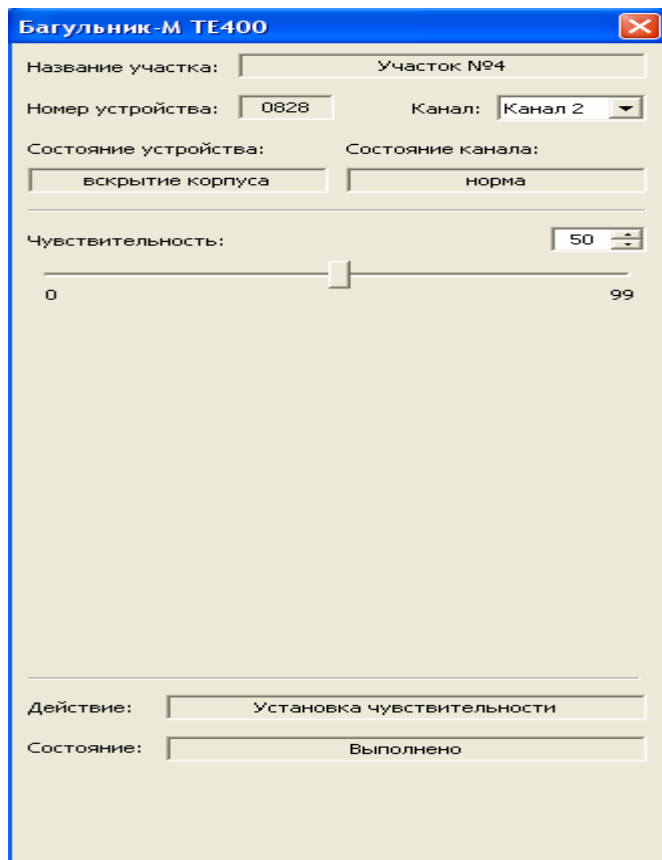

Рис. 2.15
2.7.3. Окно информации для «Багульника-М», индекс 2КИ показано на рис. 2.15. Поля «Название участка», «Номер устройства», «Канал», «Состояние устройства» «Состояние канала», «Чувствительность» определяют состояние датчика.